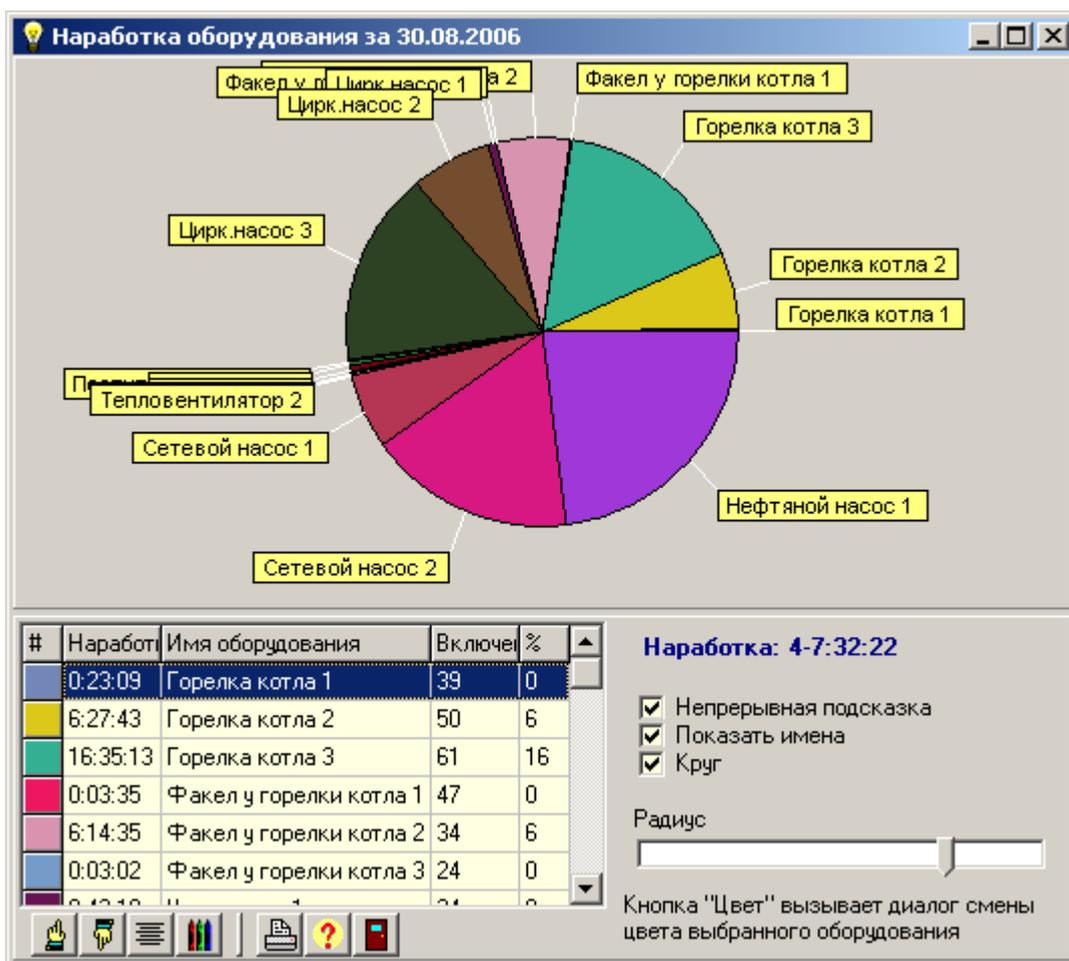

Рис. 6.4.9.4. Вид окна “Наработка оборудования за сутки”.
- таблица Excel. Выводит таблицу наработок для выбранного оборудования за указанные сутки в формате Excel приложения Microsoft Office. Вид таблицы см. на рис. 6.4.9.2. Состав и структура таблицы идентичны описанной выше.
- круговая диаграмма наработок для выбранного оборудования за указанные сутки. Выводит окно “Наработка оборудования за сутки”, вид которого см. на рис. 6.4.9.4.